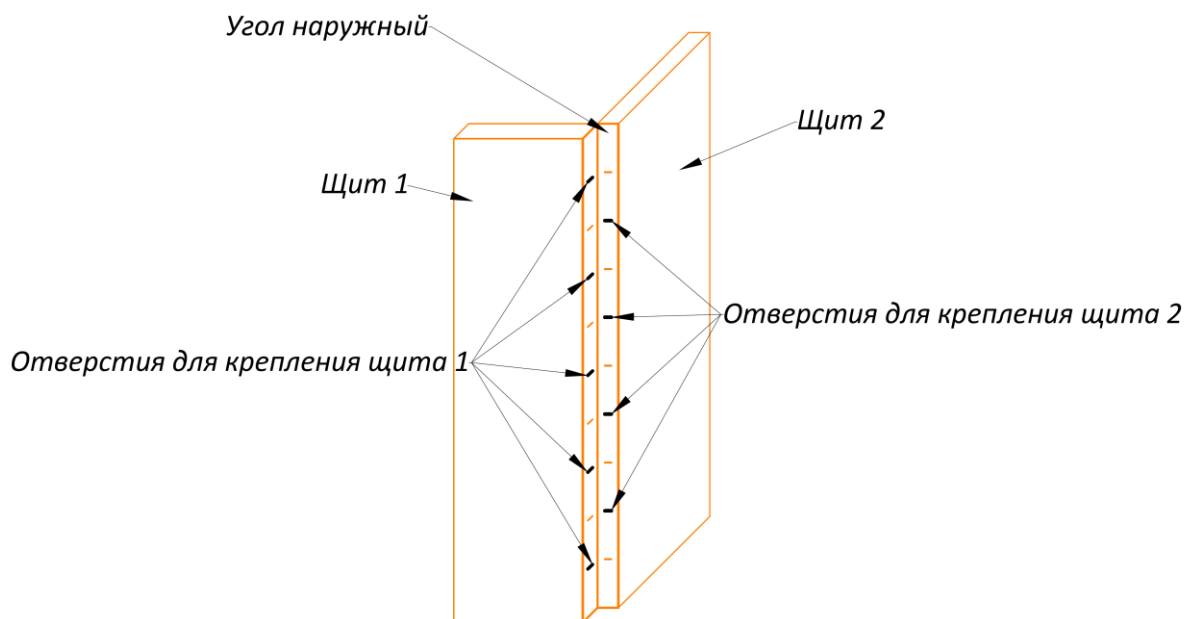

Рис. 4. Схема установки клиновых соединений.
- Установить клиновые соединения во все стыки щитов опалубки и углов наружных в соответствии со схемой установки клиновых соединений (Рис.4.)